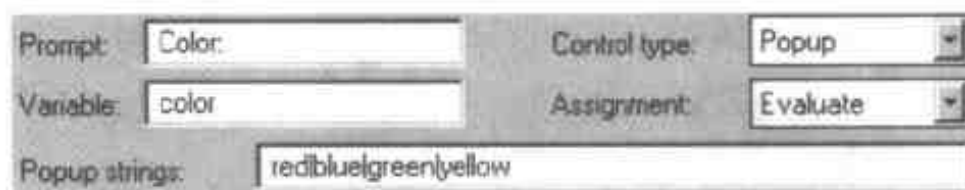

图 6.12 弹出式列表控制
(3) 定义弹出式列表控制。弹出式控制设置,可以让用户从列表中选择参数值。用户可以在 Popup strings 栏内指定列表,用垂直线“|”分隔每一项。图 6.12 显示了弹出式控制是如何定义的。